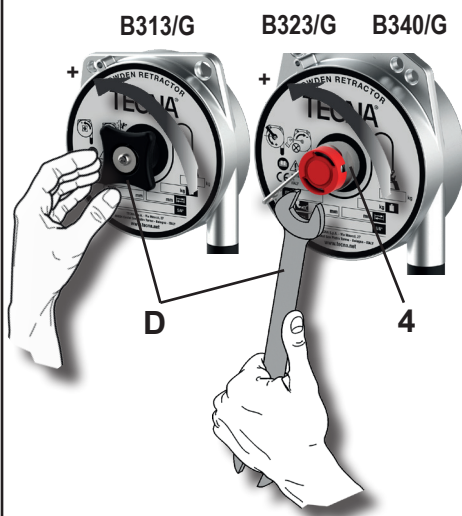

Fig. 3
Чтобы Bowden retractor (Боуден-ретрактор) мог сбалансировать большие нагрузки в пределах допустимой грузоподъемности, используйте ключ или ручку (D) для вращения системы загрузки (4) против часовой стрелки, обозначенной знаком «+» (Рис.3). Для более легких грузов нажмите на конец пружины (3) (Рис.4) и поверните ее или поверните ручку (D) по часовой